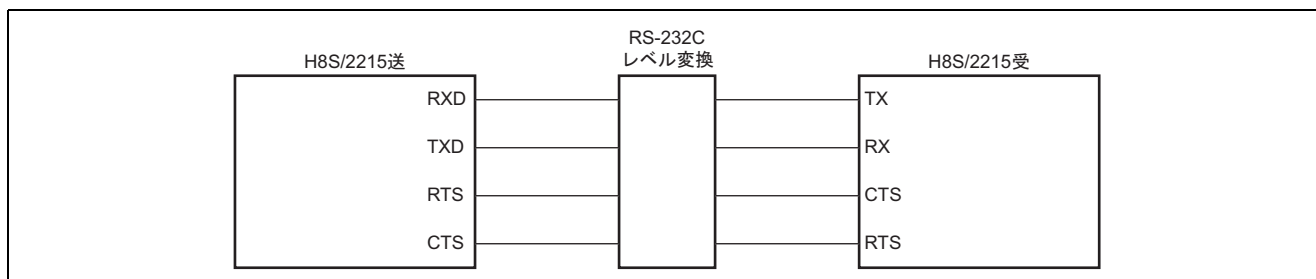

図 1 H8S / 2215 による調歩同期式 SCI ブロック図
- (1) 図 1 に示すように H8S / 2215 間で、1 バイトのデータを調歩同期式で送受信します。
- (2) 転送フォーマットは 38400BPS、8 ビットデータ、1 ストップビットおよびノンパリティです。
- (3) RTS、CTS による通信制御を行います。